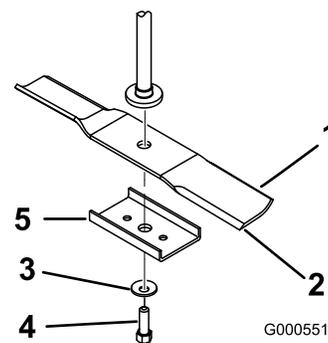

Figure 45
2. Enlevez de l'axe, le boulon, la rondelle bombée et la lame (Figure 45).
1. Placez la lame sur l'axe (Figure 45).
2. Montez la rondelle bombée (face concave vers la lame) et le boulon de lame (Figure 45).